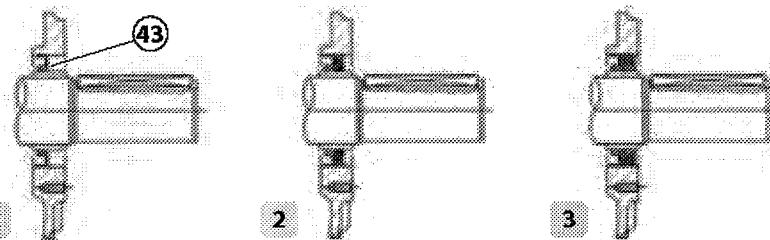

Fig.19
Qualora siano presenti 2 anelli paraolio (43), sostituirli con altrettanti paraoli nuovi riempiendo, durante il montaggio, con grasso al litio la camera presente fra i due (come mostrato in fig.19)
If there are 2 seal rings (43), replace them with new ones and fill, during the assembly, the chamber between the two with lithium grease (as shown in fig.19)
S'il y a deux joints à lèvre montés (rep 43), les remplacer par de nouveaux joints. Pendant le montage, prendre soin de remplir l'espace entre les deux avec de la graisse au lithium (voir fig.19)